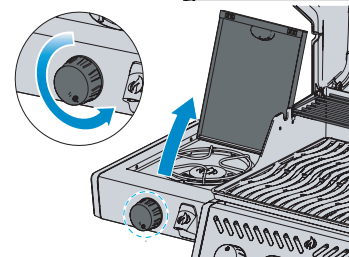

Fig. 2
4. Jeśli palnik nie zapali się - przekręcić pokrętło sterujące palnika zgodnie z ruchem wskazówek zegara do pozycji WYŁ (OFF). Odczekać 5 minut. Powtórzyć kroki 2 i 3. (Rys. 2)